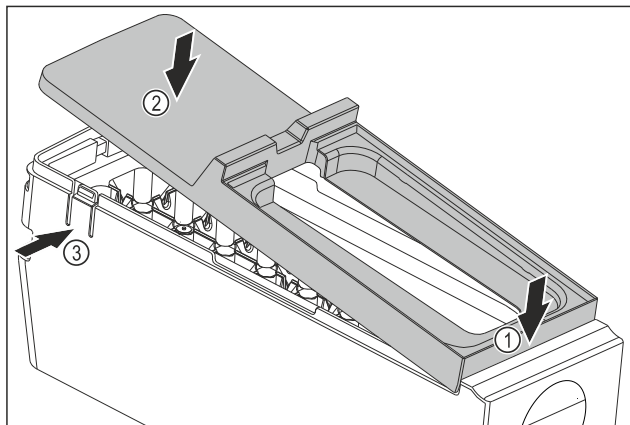

Fig. 191
- Montering af EasyTwist-Ice-legemets afdækning: Påsæt afdækningen foran. Fig. 191 (1)
- Sænk afdækningen bagtil. Fig. 191 (2)
- Afdækningen går hørbart i indgreb i begge lasker Fig. 191 (3).